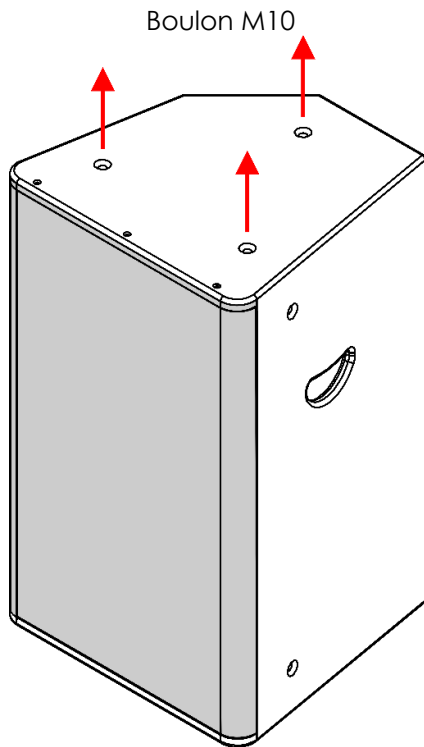

Fig. 04
- 01) Desserrez et retirez les 3 vis à six pans creux (Fig. 04).